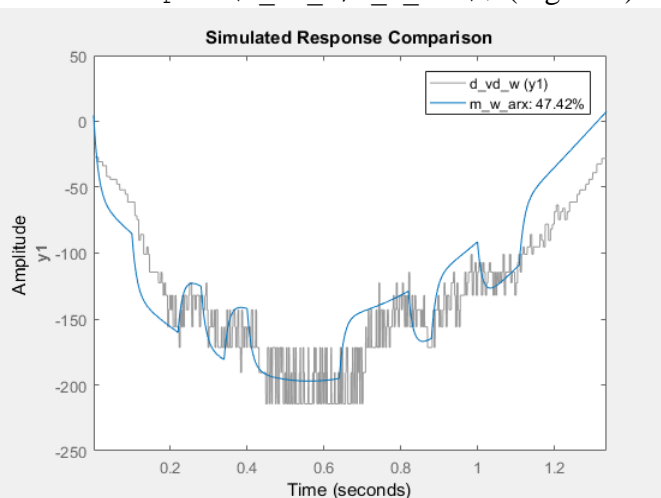

Figura 5
- comparam iesirea modelului cu iesirea masurata:  $compare(d\_vd\_w, m\_w\_arx)$ ; (Figura 5)